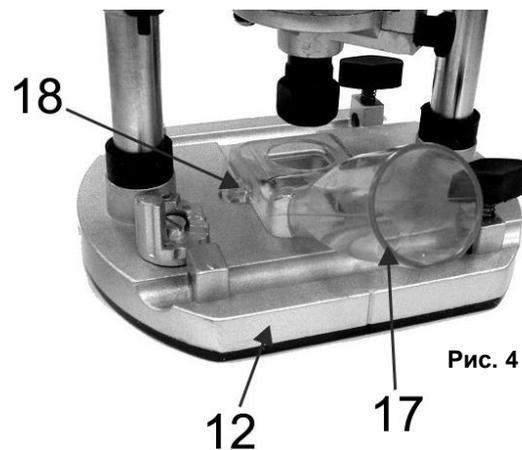

Рис. 4
- Данный адаптер (17)(См. Рис.4) позволяет подсоединить строительный или бытовой пылесос к Вашему инструменту для более чистой работы.
- Установите адаптер в паз на основании (12)(См. Рис.4) инструмента.
- Вставьте винты в крепёжные отверстия (18) в платформе и адаптере и гайку с обратной стороны.